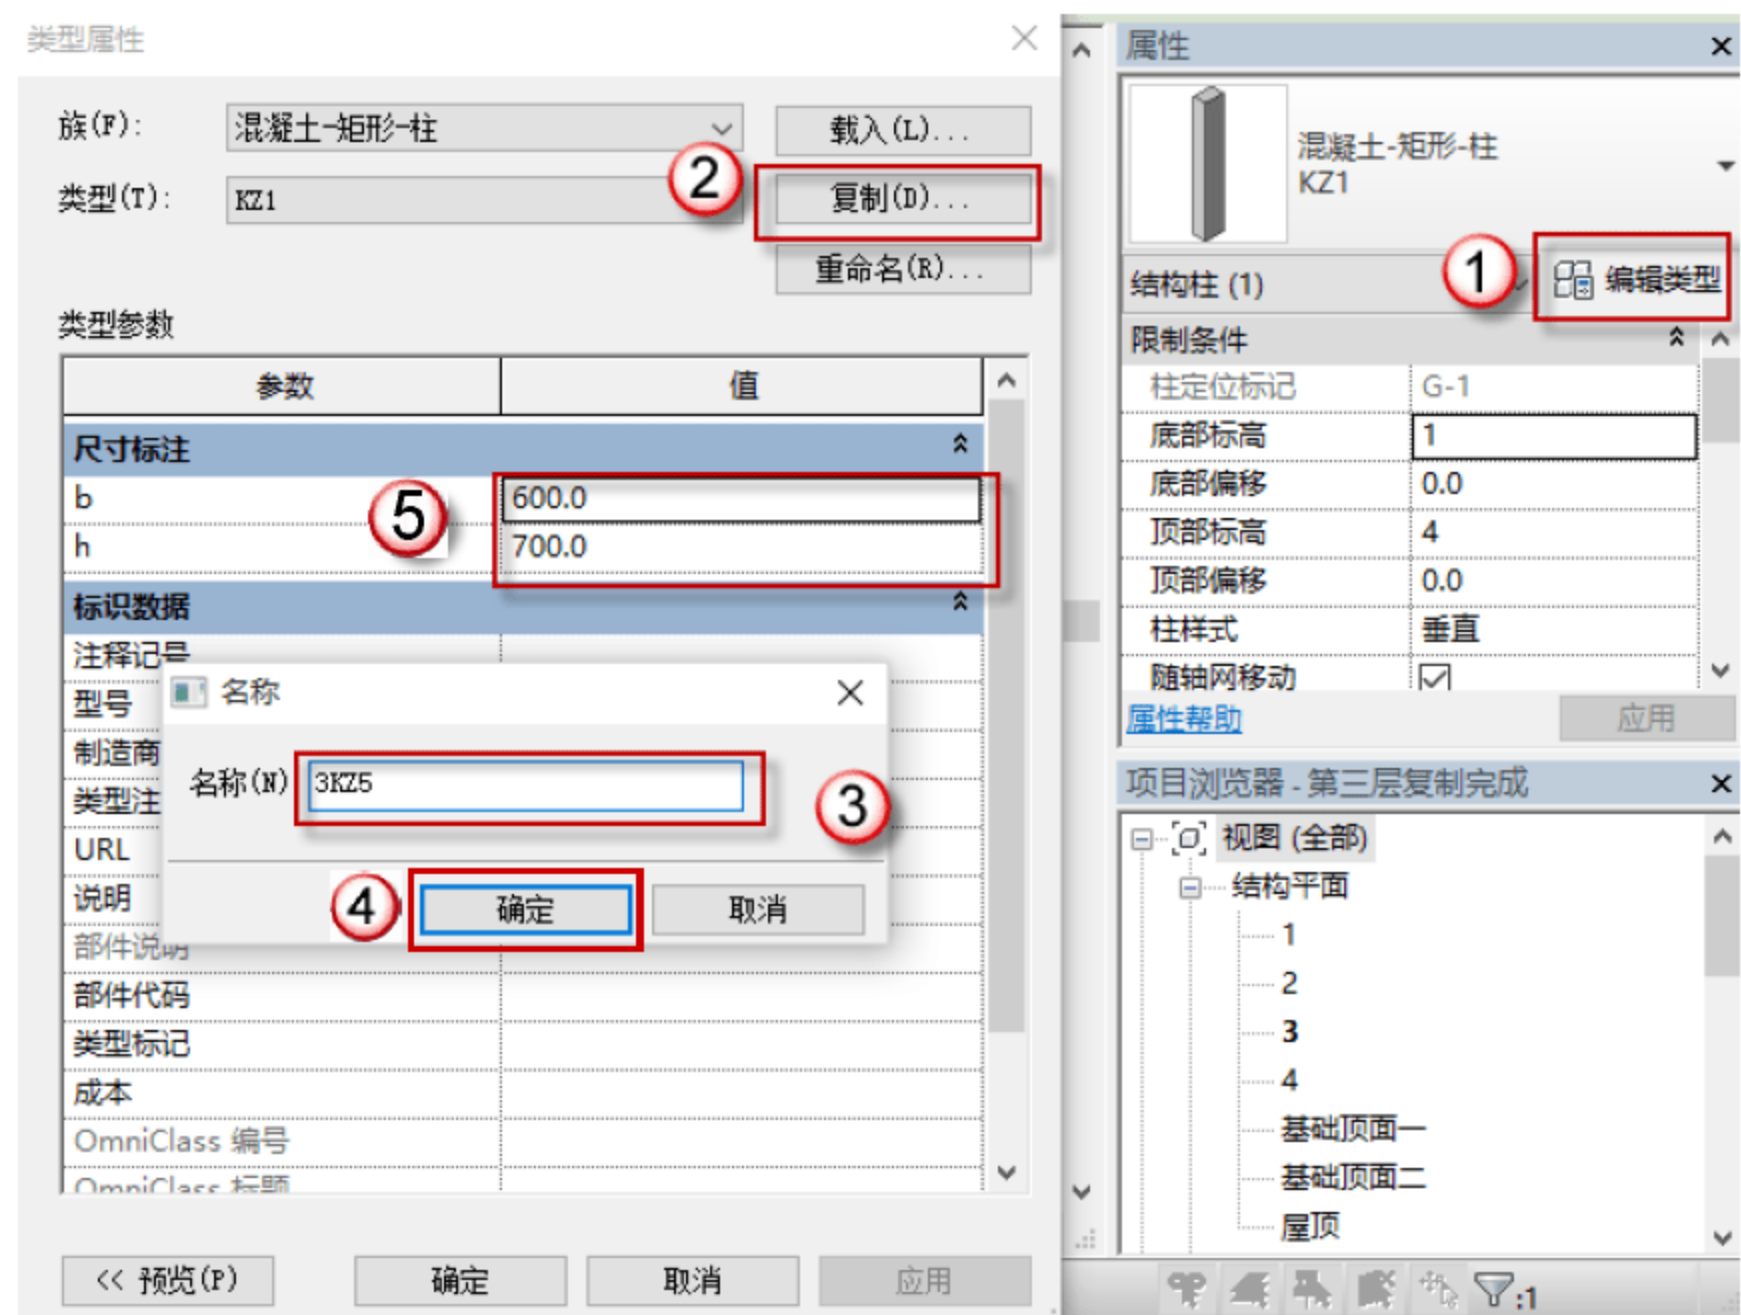

图 4.4.6 修改 KZ5
(6) 修改 KZ5 的参数以及名称，单击 KZ5 对象，单击“编辑类型”按钮，在弹出的对话框中，单击“复制”按钮，在弹出的对话框中命名新的族名称“3KZ5”，单击“确定”按钮，在“尺寸标注”栏中修改截面参数，如图 4.4.6 所示。